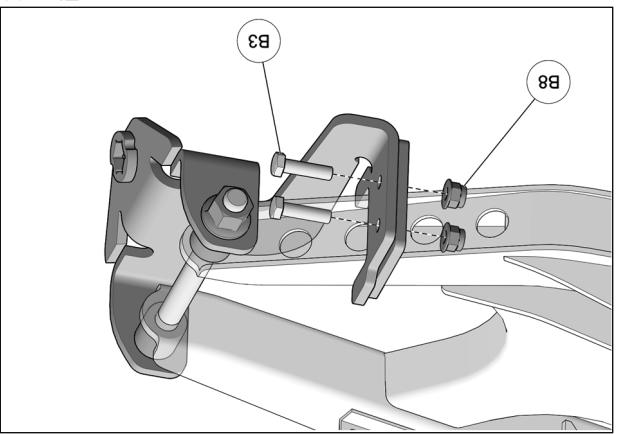

Fig. 10
11. Fixer la plaque espaceur à l'ancrage en utilisant les boulons (B3) et les écrous (B8). Serrer à la main. Voir la Fig. 10